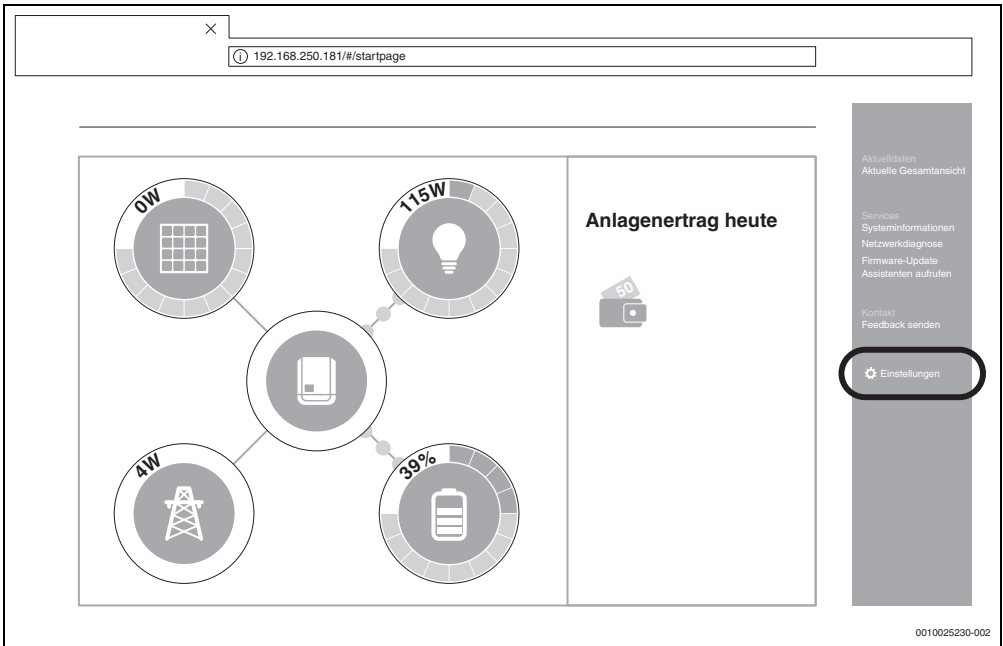

Bild 13 Datamanager (Für die Fronius Gen24 Plus-Wechselrichter kann die Darstellung in der Web-UI abweichen)
i Die Komponenten sind richtig verbunden, wenn die Übersicht des Fronius Datamanagers der Anzeige in Bild 13 entspricht. Die Anzeige der Batterie (unten rechts) ist optional und kann je nach System entfallen.
4. Im Reiter rechts auf **Einstellungen** klicken (→ Bild 13).